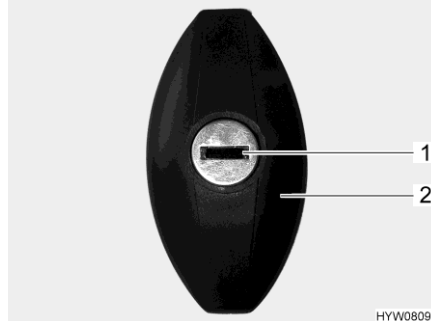

Bild 55 Klappenschloss (ellipsenförmig, verschlossen)
- Schlüssel in Schließzylinder (Bild 55,1) stecken und eine halbe Umdrehung entgegen dem Uhrzeigersinn drehen. Schlossgriff (Bild 55,2) schnappt heraus.